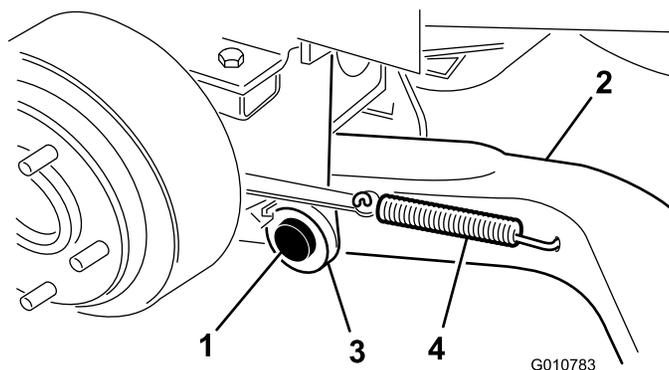

図 3
4. ピボット・ピン 1 本、コッター・ピン 1 本を使って、ピボット・ブラケットに昇降アームを取り付ける (図 3)。昇降アームを、曲がった部分が外側を向くようにして取り付ける。
5. ブレーキ・リターン・スプリングを昇降アームの穴に引っ掛ける (図 3)。